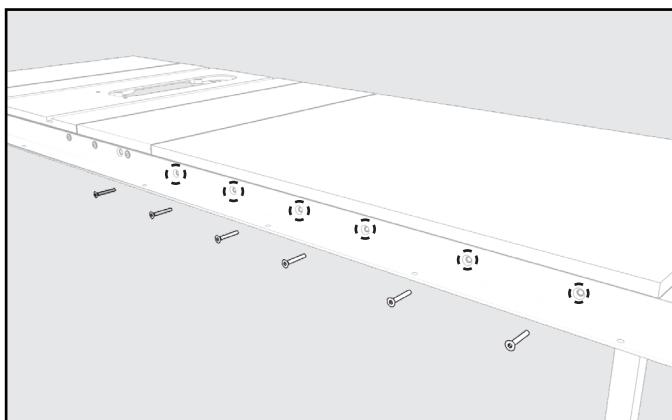
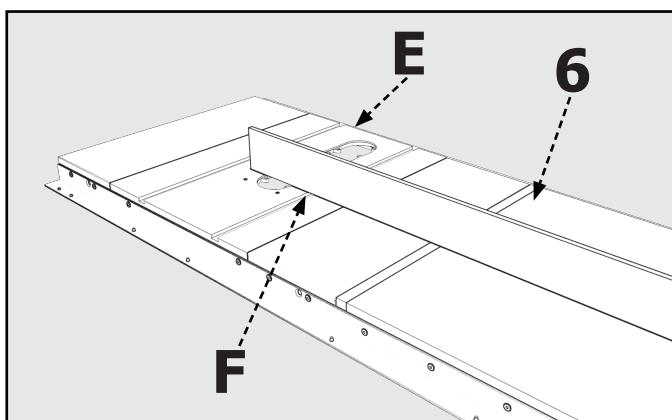

FIGURE 9
FIGURE 8
4. Placez l'Assemblage de la Table (6) en position entre les deux rails, comme illustré dans la **Figure 8**. Assurez-vous que le Bord de la Table de Sciege (B) affleure le bord de la Table d'Extension.
5. À l'aide d'un Bord Droit (C), assurez-vous que la Table d'Extension est dans le même plan et au même niveau que la Table de Sciege. 109/5000 Si nécessaire, tapotez légèrement vers le haut ou vers le bas et ajustez les Pieds de Mise à Niveau pour régler la Table d'Extension avec la Table de Sciege.
6. Utilisez des Serre-Joints pour fixer la Table d'Extension aux Rails de Guidage Avant et Arrière, comme illustré dans la **Figure 9**.
7. En utilisant les trous des Rails de Guidage Avant et Arrière, illustrés dans la **Figure 9**, comme modèle, percez des trous de 1/4" à l'avant et à l'arrière de la Table d'Extension.